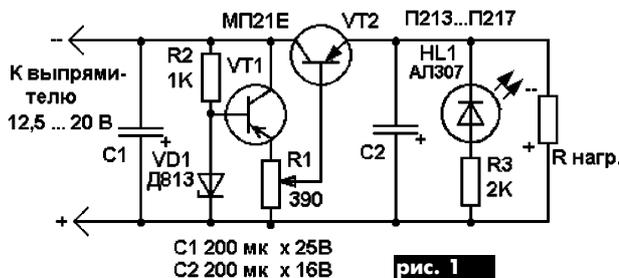

рис. 1
**Детали.** Резистор R1 номиналом 330...470 Ом и мощностью 1 Вт. Транзистор VT2 - германиевый (с радиатором) типа П213-П217 с любым буквенным индексом (для рис.1); ПТ705 - для рис.2. В крайнем случае, в качестве VT2 можно использовать любой кремниевый транзистор средней мощности и соответствующей структуры р-п-р (рис.1) или п-р-п (рис.2). Стабилитрон VD1 типа Д813 или Д814Г. Вместо VT1 можно использовать любой аналогичный транзистор подходящей мощности и структуры.
**Питание нескольких устройств от одного источника.** Иногда стабилизированное напряжение от одного выпрямителя требуется для питания одновременно нескольких устройств: приемника, какого-то устройства на микросхемах и др. Для первого устройства в данном случае требуется 9...12 В, для второго - 5 В и т.д. В таком случае необходимо иметь устройство "два в одном": выпрямитель + стабилизатор. Для этого в схеме (см. рис.1) вместо одного стабилитрона VD1 устанавливают последовательно два стабилитрона типа КС156А. При этом "средняя" точка стабилитронов соединяется с базой "дополнительного" транзистора П213, а его коллектор - с "общей" точкой коллекторов схемы на рис.1. Таким образом, на эмиттере "дополнительного" транзистора будет требуемое стабилизированное напряжение 5 В, а стабильное напряжение 9...12 В окажется на эмиттере VT2.